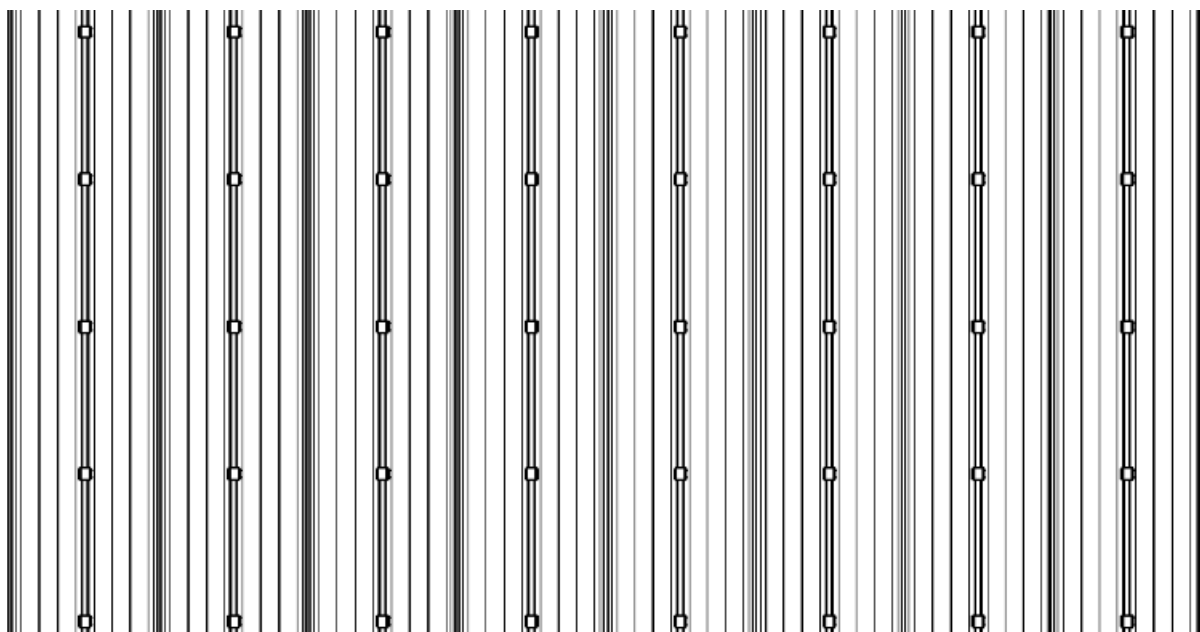

FIGURE 27
③ Utiliser des bandes d'élévation sur la nervure ronde (figure 27), une extrémité de la bande est placée près du côté du crochet, et dans la position sans crochet, la bande est placée au milieu des 2 produits. La position de chaque bande au milieu du produit est indiquée dans le diagramme (figure 28).